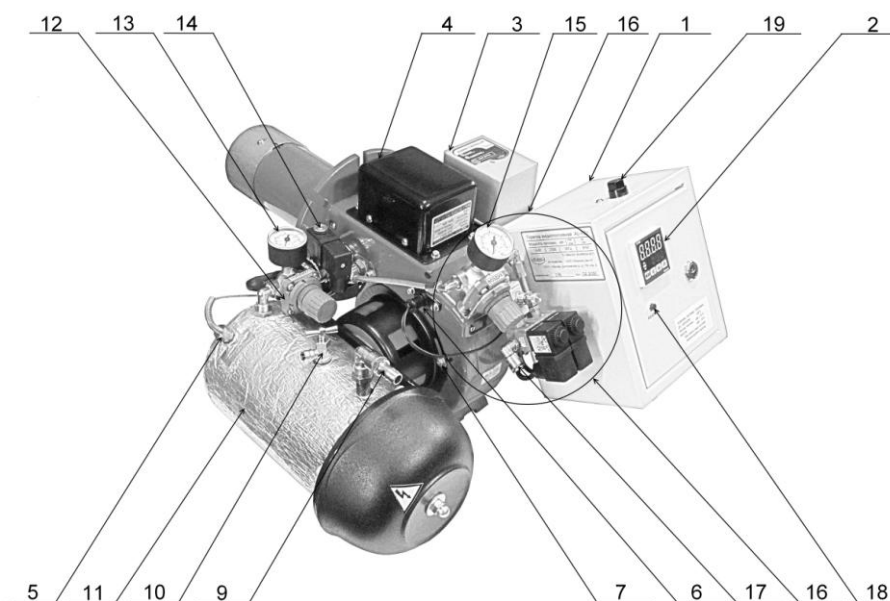
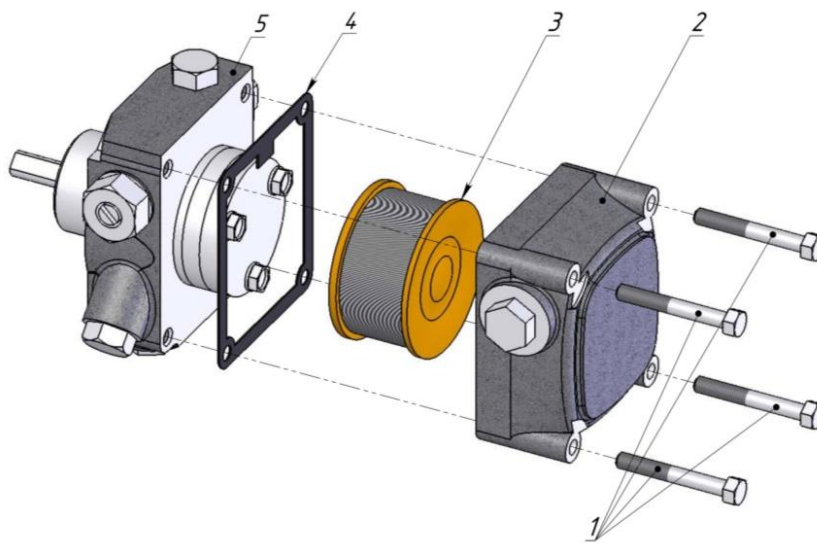
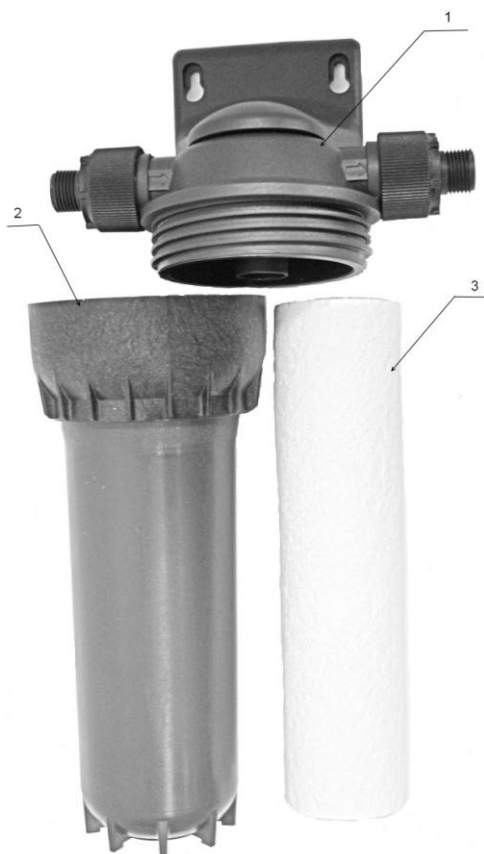

Рис.7. Органы управления и узлы контроля параметров Горелки.
Рис. 17. Схема разборки насоса
Рис.18. Фильтр тонкой очистки топлива.
Температурный контроллер используется для точного поддержания оптимальной температуры от 20 до 71°C топлива в подогревателе топлива (Рис. 7, поз. 2) и подачи команды запуска Горелки на топочный автомат (AL1) гаснет при достижении температуры масла на 6°C менее заданной.
Регулировка давления топлива для одноступенчатых Горелок осуществляется регулятором давления топлива (Рис. 7, поз. 12). Давление контролируется по манометру (Рис. 7 поз.13). Для Горелки AL-4V давление топлива должно находиться в пределах от 0,05 до 0,45 бар. Для Горелки AL-10V давление топлива должно находиться в пределах от 0,05 до 0,45 бар.
Для регулировки вторичного воздуха (Рис.7 поз.7) для одноступенчатых Горелок установите положение воздушной заслонки в положение от 0 до 10 (Рис. 12)
После того как температура в подогревателе топлива (Рис. 7, поз. 11) стала на 6 °С ниже заданной на температурном контроллере (Рис. 8) выключается AL-1 и подается команда на включение Горелки. На блоке управления Горелкой загорается зеленый индикатор «Сеть» (POWER) и Горелка находится в режиме ожидания, готовая к запуску.
3.4.7 Индикатор АВАРИЯ (Рис.7 поз.18)
Для предотвращения данной ситуации, в огневой трубе установлен температурный датчик, отключающий горелку при достижении температуры 90 °С. При этом светится индикатор АВАРИЯ (Рис.7 поз.18) . Для сброса сигнала АВАРИЯ, открутите декоративный колпачок (Рис.7 поз.19) и нажмите кнопку СБРОС АВАРИИ, ее нужно утопить на 1-2 см до щелчка, после чего индикатор АВАРИЯ погаснет.
3.5.2. Заполните топливом всасывающий трубопровод, насос, фильтр и топливный бак Горелки. Для чего в комплекте топливного насоса предусмотрен кабель (Рис.14 поз.6) с вилкой прямого питания от сети 220 В, соедините кабель (поз.6) с разъемом топливного насоса (поз.2). На топливном баке Горелки есть кран сброса воздуха (Рис. 7, поз. 10). Подключите топливный насос напрямую к сети 220 В и откройте кран сброса воздуха. Через шланг начнет стекать масло с пузырьками воздуха. Когда воздух будет полностью удален, закройте кран. Питание насоса подключите по постоянной схеме.
ВНИМАНИЕ! Перед подачей напряжения на Горелку обязательно заполните топливный бак Горелки (Рис.7 поз.11). В противном случае существует опасность выхода из строя ТЭНов топливного бака.
- следить за давлением топлива манометр (Рис.7 поз. 13), подаваемого на форсунку;
- при падении давления топлива манометре на 0,05 бар (Рис.7 поз.13) проверить состояние фильтра насоса (Рис.17) выполнить очистку фильтра топливного насоса п.4.5.1, произвести замену фильтрующей вставки (Рис.18) фильтра тонкой очистки п.4.5.2;
5. Проверка работы топливного насоса (Рис. 17).
7. Проверка загрязнения фильтра топливного насоса (Рис.17) и фильтра тонкой очистки (Рис.18).
Для выполнения технического обслуживания топливного насоса (Рис. 17) необходимо открутить 4 болта 1, снять крышку насоса 2 и прокладку 4, провести еженедельный регламент работ по очистке фильтра 3.
Для сборки насоса (Рис. 17) необходимо установить прокладку насоса 4 на нагнетательный узел 5, фильтр 3 установить в крышку 2, все смонтировать болтами 1 в соответствующие пазы корпуса насоса.
4.5.2 Обслуживание фильтра тонкой очистки заключается в замене фильтрующих вставок из полипропилена, размер 10", фильтрующая способность 20 мкм. Для замены отверните колбу фильтра (Рис.18 поз.2), от корпуса фильтра (Рис. 18 поз.1) , замените фильтрующую вставку (Рис.18 поз.3), установите колбу на место.